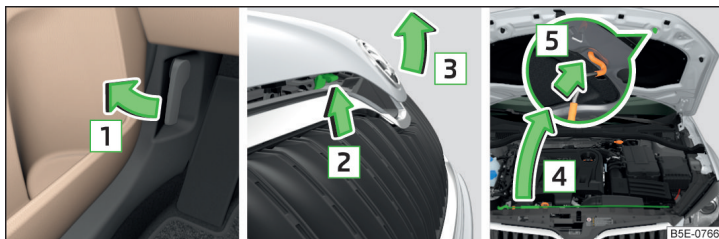

Fig. 158 Ouvrir le capot moteur
- Tirez sur la manette de déverrouillage en dessous du tableau de bord dans le sens de la flèche **1** » fig. 158.
N'ouvrez jamais le capot en utilisant la manette de déverrouillage » fig. 158.